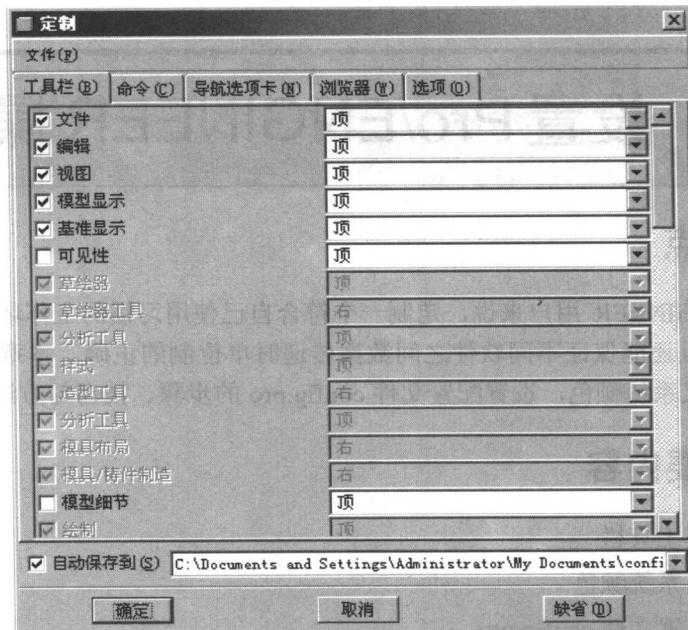

图 0.1 【定制】对话框
- (1) 执行【工具】|【定制屏幕】命令。
- (2) 打开【定制】对话框，切换到【工具栏】选项卡，如图 0.1 所示。
- (3) 拖动对话框右侧的滚动条，找到自己要显示/隐藏的按钮类别，如选中【可见性】复选框，则该类按钮就显示在工具栏内(取消该复选框的选择，即隐藏该类按钮)。